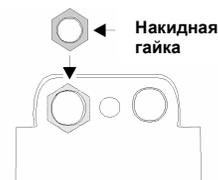

Рисунок 11: Накидная гайка
Изучите рисунок 11 и выполните следующие действия:
2. Вставьте накидную гайку в паз, расположенный внутри отверстия кабелепровода. (См. рисунок 11).